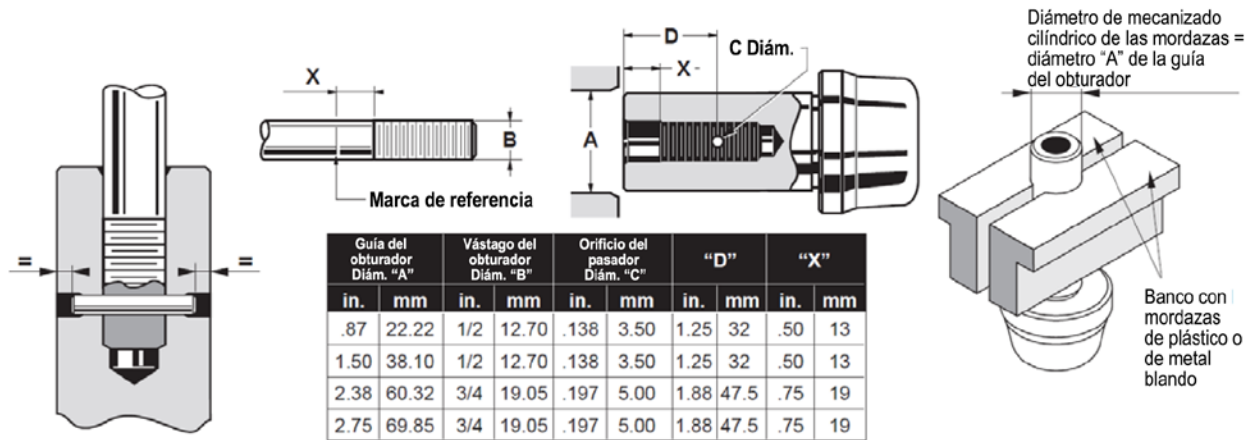

Figura 4: Anclado del vástago del obturador
- 4.2.1. Mida la dimensión D en base al diámetro de la guía del obturador y el diámetro del vástago (véase la Figura 4).
- 5.2. Instale por presión el pasador en el orificio con un martillo. Termine la operación de anclado prestando atención a que el pasador esté metido en la misma cantidad a ambos lados (véase la Figura 4).